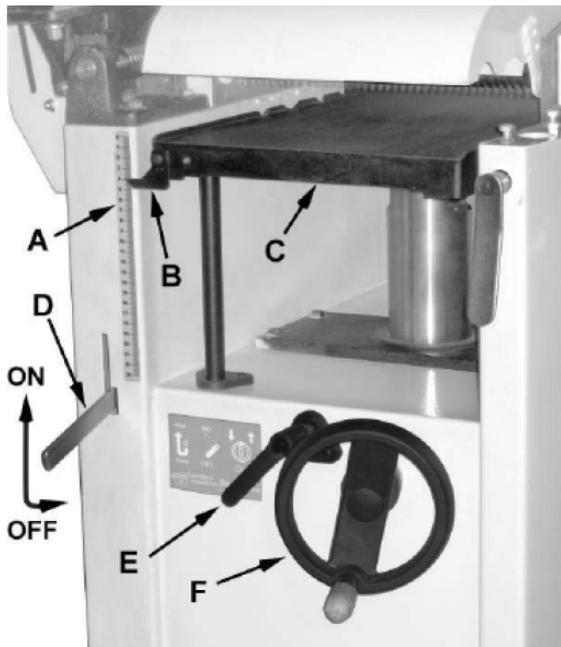

Abb. 8: Bedienelemente
Wenn Sie den Hobelgriff (D, Abb.8) in die obere Position bringen, wird die Hobeinspeisung aktiviert (siehe Pfeil). Wenn Sie den Griff in die untere Position bringen, wird die Stromzufuhr ausgeschaltet.
Drehen Sie die Tischverriegelung (E, Abb.8) im Uhrzeigersinn, um das Handrad für die Höhenverstellung (F) zu verriegeln. Hierdurch sichern Sie den Abricht- und Hobeltisch in der ausgewählten Position.
Drehen Sie die Tischverriegelung (E, Abb.8) gegen den Uhrzeigersinn, um diese zu lösen und die Tischeinstellung zu ermöglichen.
Schritt 1: Entsperren Sie das Tischschloss (E, Abb.8).
Schritt 2: Drehen Sie das Höheneinstell-Handrad (F, Abb.8) im Uhrzeigersinn, um den Hobeltisch anzuheben (C, Abb.8). Drehen Sie gegen den Uhrzeigersinn um ihn zu senken.
Schritt 3: Verriegeln Sie das Tischschloss (E, Abb.8). Jede volle Umdrehung des Handrads (F, Abb.8) ergibt eine 4mm Aufwärts- oder Abwärtsbewegung des Tisches (C, Abb.8).
Eine Skala auf der Handradsäule zeigt den Betrag der Handraddrehung an. Ein Zeiger (B, Abb.8) zeigt die Tischposition relativ zum Messerkopf auf der Skala (A, Abb.8) an der Seite des Gehäuses.